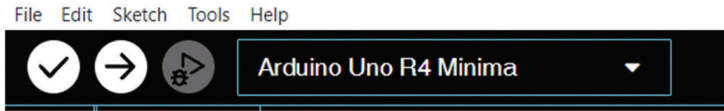

Рис. 2.4. Выберите Arduino Uno R4 Minima
- вы сможете выбрать плату Arduino Uno R4 с помощью переключателя плат в левом верхнем углу экрана (рис. 2.4). Подключите Arduino Uno R4 Minima (или Uno R4 WiFi) к компьютеру с помощью кабеля USB-C;